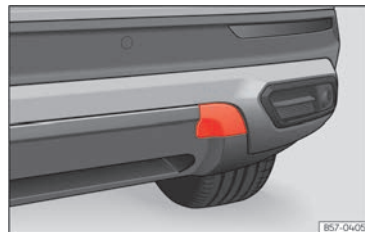

Abb. 198 Auf der rechten Seite des hinteren Stoßfängers: Abdeckung entfernen.
Die Abschleppöse wird in die hinter einer Abdeckung auf der rechten Seite des hinteren Stoßfängers befindliche Aufnahme eingeschraubt »» **(Abb. 198)**.
- Drücken Sie auf den oberen Bereich der Abdeckung »» **(Abb. 198)** und klinken Sie diese aus.